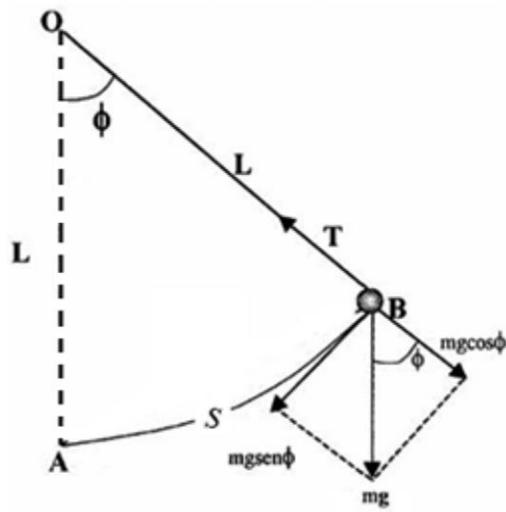

Figura 7.1 Esquema péndulo simple
En la figura 7.1 se observa un péndulo simple constituido por una cuerda de longitud L y una bola de masa m , y de igual manera se muestran las fuerzas que actúan sobre la bola. Sea s la longitud del arco medido desde la parte inferior de la circunferencia, y como la longitud del arco está relacionada con el ángulo ϕ por: $s = l\phi$ (longitud del arco de un sector circular), entonces, de acuerdo con la segunda ley de Newton se tiene que:
1. Tome una cuerda de una determinada longitud y un objeto de cualquier masa para que construya un péndulo simple (ver figura 7.1). Realice con este diez oscilaciones para encontrar el período de oscilación del sistema, pero variando